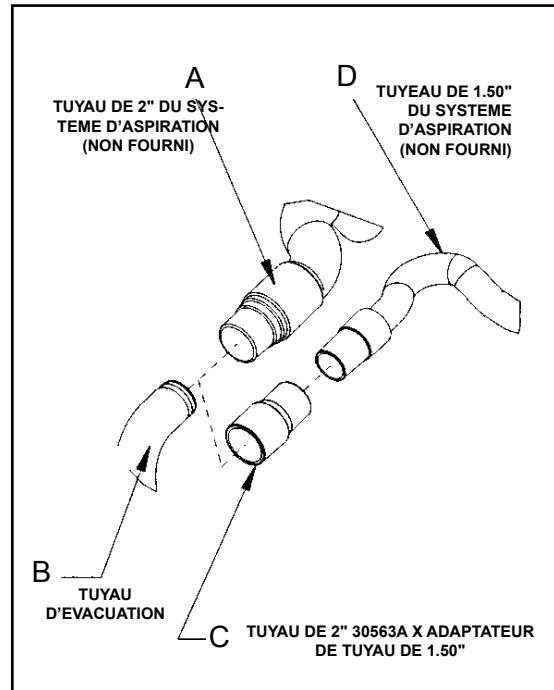

Figure 4
1. Monter l'extrémité de tuyau de 5 cm (figure 4, A) directement sur le tuyau d'évacuation (figure 4, B).
1. Monter l'adaptateur d'extrémité de tuyau (5 x 3,8 cm- Pièce n° 30563A) (figure 4, C) sur le tuyau d'évacuation (figure 4, B).
2. Introduire l'extrémité de tuyau de 3,80 cm (figure 4, D) dans l'adaptateur (figure 4, C).
3. Pousser sur le bouton de verrouillage (1) et appliquer une pression des mains sur les leviers (2). Pour arrêter l'appareil, relâchez les leviers (Voir fig. 4).